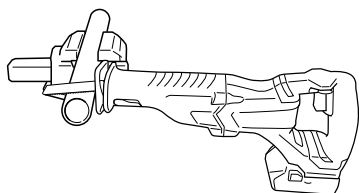

Fig. 27
- (1) Sujete firmemente una pieza de trabajo antes de la operación. (Fig. 27)